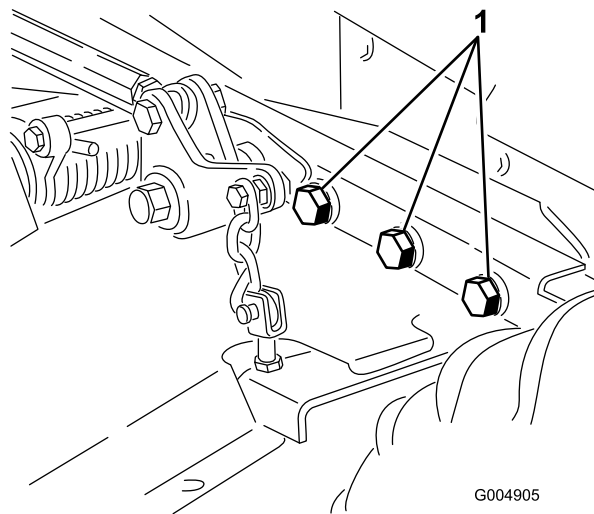

Figura 81
4. Controllate tutti gli elementi di fissaggio per eventuali allentamenti; all'occorrenza serrateli. Serrate in modo particolare i sei bulloni che fissano il telaio del piatto di taglio al trattore (Figura 81), a 359 Nm.